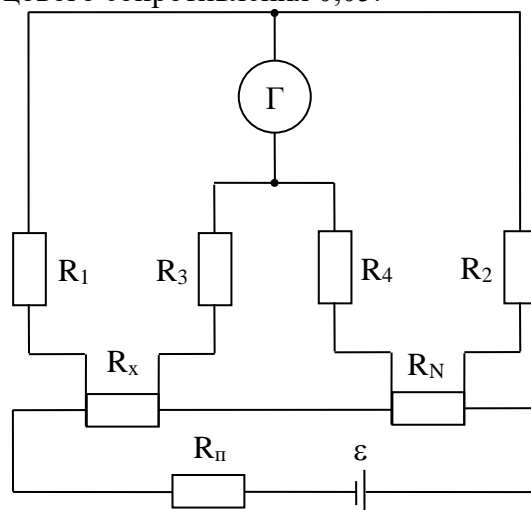

Рис. 6.
- Равновесие двойного моста постоянного тока (рис. 6) имеет место при следующих значениях сопротивлений, из которых составлен мост:  $R_1 = R_3 = 200$  Ом,  $R_2 = R_4 = 100$  Ом,  $R_N = 0,001$  Ом. Сравняющим устройством является магнитоэлектрический гальванометр. Определите сопротивление  $R_x$ , при котором мост уравновешен.